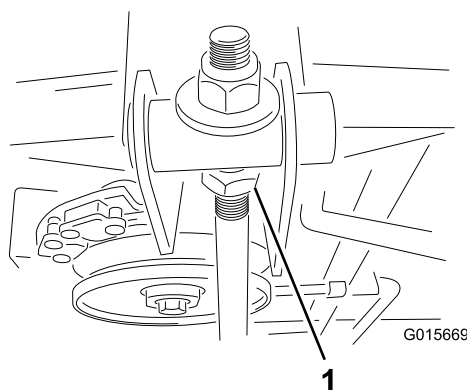

Figura 39
7. Afloje la contratuercas (Figura 39).